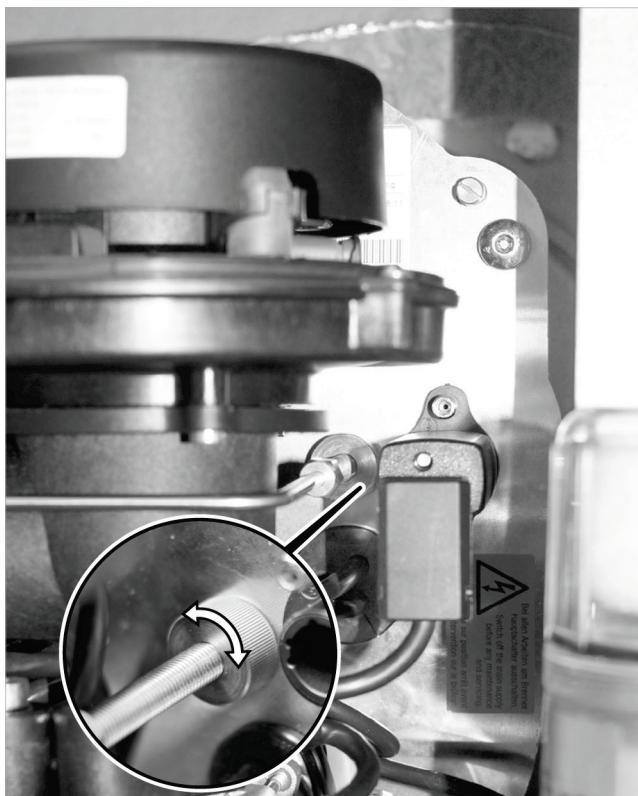

Abb. 151: Rändelmutter (Anschluss Ölleitung / Düsenstock)
4. Rändelmutter des Düsenstocks (siehe → Abb. 151, S. 62) ca. 2 Umdrehungen gegen den Uhrzeigersinn drehen (Düsenstock wird „nach hinten“ gezogen).
1. Am Anschluss der Ölleitung zum Düsenstock gibt es vor der Brennergrundplatte eine Rändelmutter (→ Abb. 151). Damit ist die gesamte Mischeinrichtung nach vorne oder hinten verschiebbar. Die Rändelmutter lässt sich bis zu einem bestimmten Punkt (Anschlag der Mischeinrichtung im Flammrohr) verstellen. Rändelmutter so einstellen, dass die Mischeinrichtung am Anschlag anliegt.